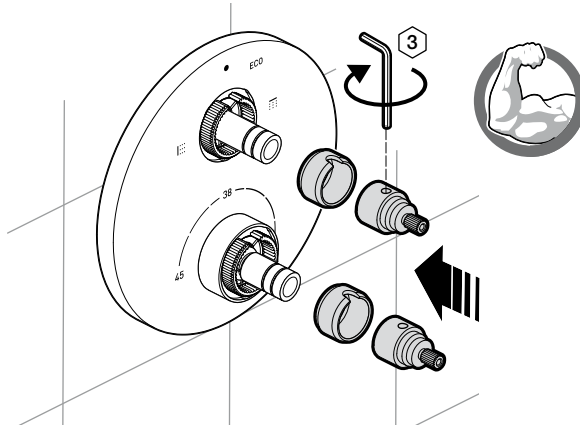

Fig. 8
- 8) Instalar el resto de las piezas suministradas tal como indica la imagen (Fig. 8). Acabando con la tapeta de la maneta.
- 8) Install the rest of the supplied parts as shown in the picture (Fig. 8). Ending with the handle cover.